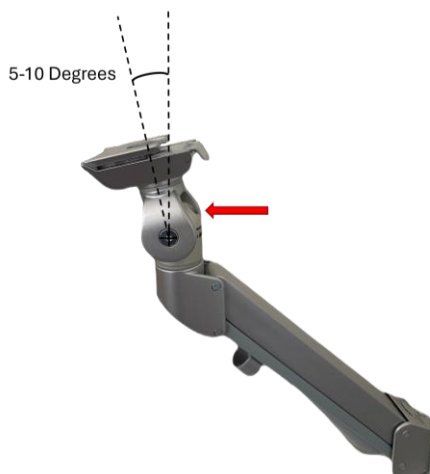

Figura 2 – Regolare l'orientamento del connettore VESA
2. **Regolare l'orientamento del connettore VESA** come mostrato in Figura 2, allentando il bullone (indicato dalla freccia) con la chiave esagonale inclusa nella confezione. Modificare l'orientamento in modo che sia compreso tra 5 e 10 gradi, come mostrato nella Figura 2, quindi serrare nuovamente il bullone.